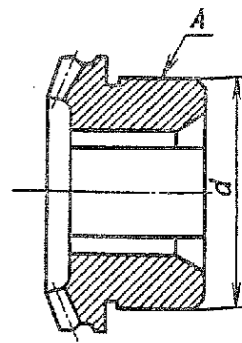

Рис. 145. Шестерня полуоси
2.12. Шестерня полуоси (рис. 145)